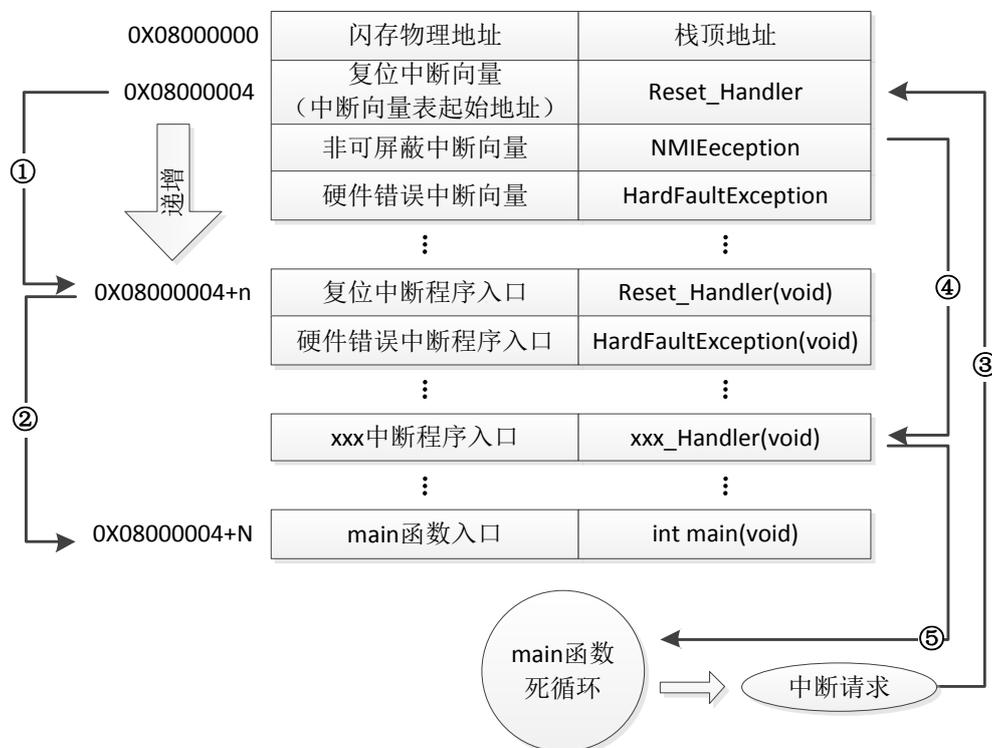

图 52.1.1 STM32 正常运行流程图
我们先来看看 STM32 正常的程序运行流程，如图 52.1.1 所示：
在图 52.1.1 中，STM32 在复位后，先从 0x08000004 地址取出复位中断向量的地址，并跳转到复位中断服务程序，如图标号①所示；在复位中断服务程序执行完之后，会跳转到我们的 main 函数，如图标号②所示；而我们的 main 函数一般都是一个死循环，在 main 函数执行过程中，如果收到中断请求（发生重中断），此时 STM32 强制将 PC 指针指回中断向量表处，如图标号③所示；然后，根据中断源进入相应的中断服务程序，如图标号④所示；在执行完中断服务程序以后，程序再次返回 main 函数执行，如图标号⑤所示。
址，并跳转到复位中断服务程序，在运行完复位中断服务程序之后跳转到 IAP 的 main 函数，如图标号①所示，此部分同图 52.1.1 一样；在执行完 IAP 以后（即将新的 APP 代码写入 STM32 的 FLASH，灰底部分。新程序的复位中断向量起始地址为 $0X08000004+N+M$ ），跳转至新写入程序的复位向量表，取出新程序的复位中断向量的地址，并跳转执行新程序的复位中断服务程序，随后跳转至新程序的 main 函数，如图标号②和③所示，同样 main 函数为一个死循环，并且注意到此时 STM32 的 FLASH，在不同位置上，共有两个中断向量表。